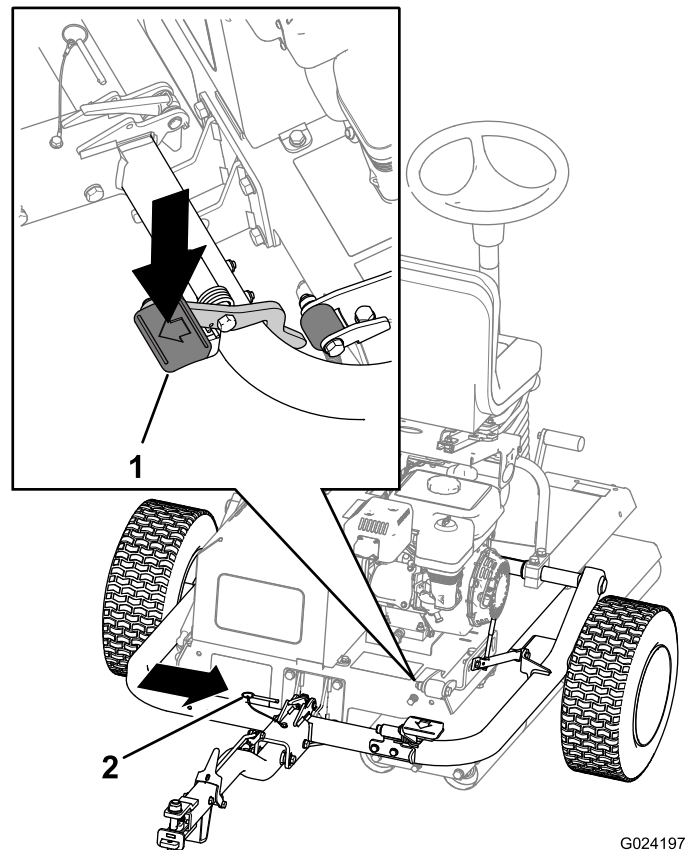

Figura 26
- C. Premete il pedale dell'attacco in modo che l'attacco si blocchi in posizione (Figura 26).
- D. Inserite il perno di bloccaggio (Figura 26).